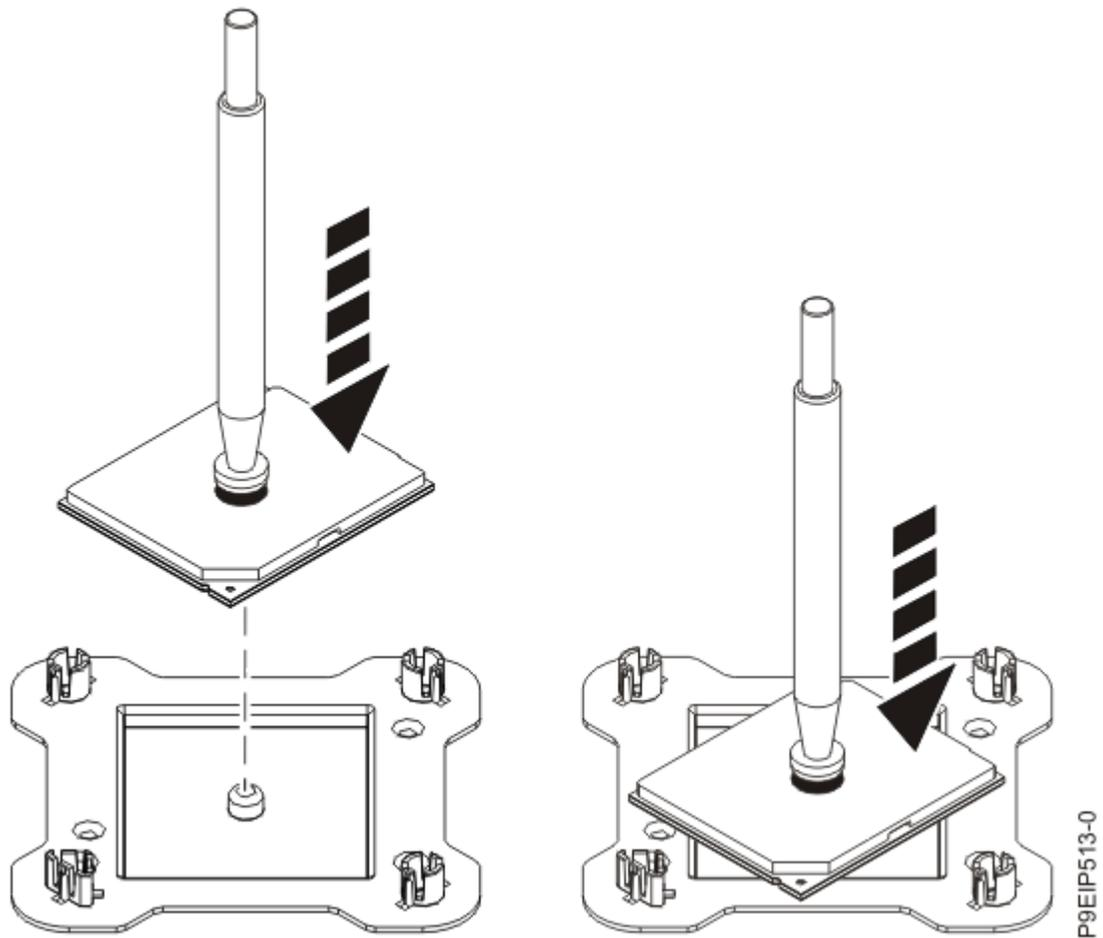

Abbildung 53. Systemprozessormodul um 45 Grad gedreht auf der oberen Abdeckung der Verpackung platzieren
9. Halten Sie den Vakuumstift und heben Sie den Stift und das Systemprozessormodul vom Socket. Platzieren Sie sie um 45 Grad gedreht auf der oberen Abdeckung der Verpackung des Systemprozessormoduls (siehe Abbildung 53 auf Seite 63).